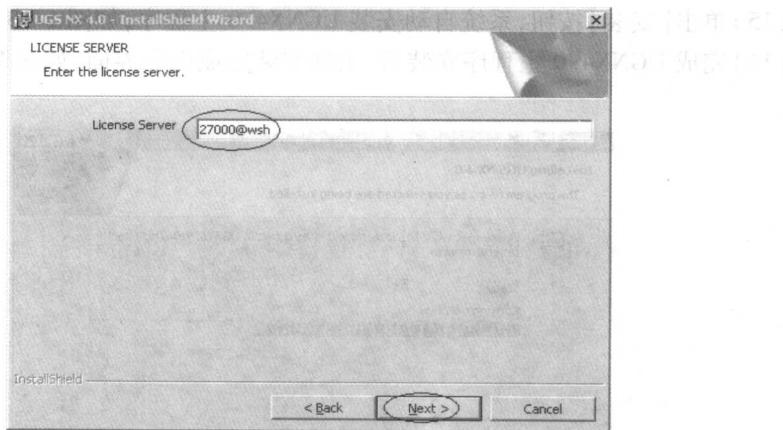

图 1-10 许可证服务器验证界面
- (12) 单击【下一步】按钮,出现许可证服务器验证提示,如图 1-10 所示。